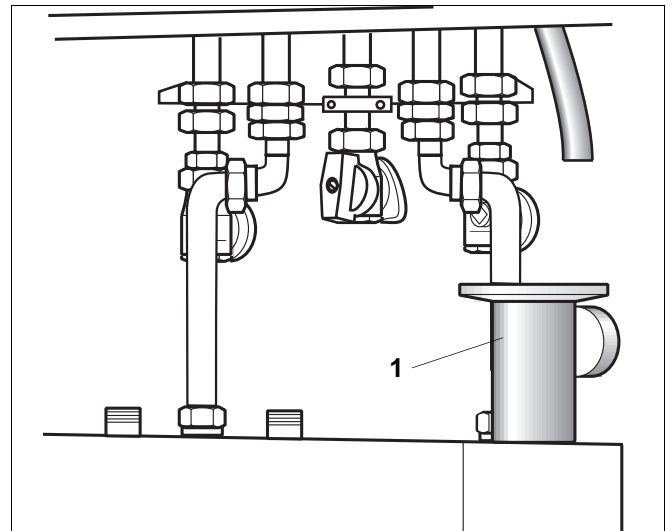

Abb. 14 Trichtersiphon (Unterputzmontage als Beispiel)
- Bei S120 Trichtersiphon (Abb. 14, Pos. 1) um das Maß $x = \text{ca.}25 \text{ mm}$ bei Unterputzmontage und $x = \text{ca.}60 \text{ mm}$ bei Aufputzmontage kürzen.